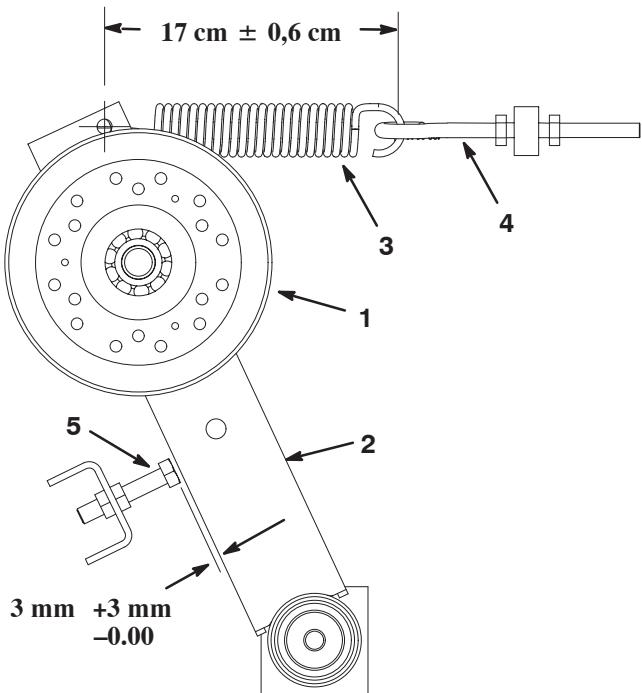

Bild 70
- 14.** Ziehen Sie die vorderen Spannscheiben (Bild 70) folgendermaßen an: